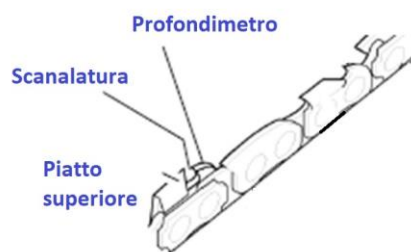

Fig. 13a
- 3) Appoggiare una lima rotonda da 5/32" (attaccata a una guida per lima) tra la piastra superiore e il misuratore di profondità, quindi affilare le lame come illustrato nelle Fig. 13a e 13b.